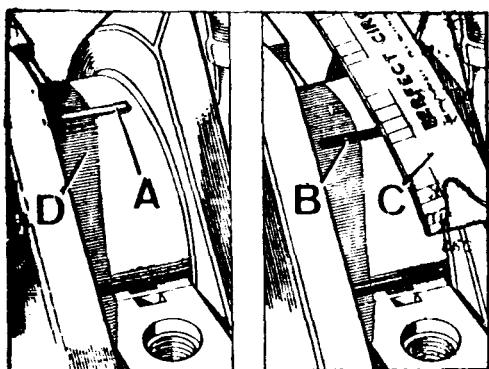

Fig. A1-113 Comprobación del juego entre los cojinetes y los muñones del cigueñal
- 1.10. Una vez ajustado el juego longitudinal se verificará el juego entre los cojinetes y los muñones del cigüeñal. Colocar en cada muñón un trozo de plastigage, A (Fig. A1-113). Instalar todas las tapas, dándoles a los tornillos el apriete indicado. Desmontar nuevamente las tapas y medir el ancho, B, del plastigage con la escala impresa en la funda del citado producto. La medida obtenida deberá ser de 0,020 a 0,067 mm. Después se limpiará perfectamente el plastigage con gasolina.